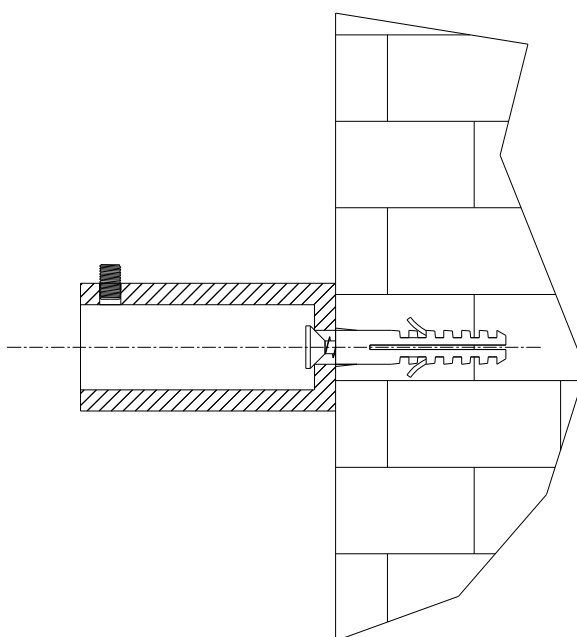

Fig. 4
3.6 Terminati i collegamenti idraulici chiudere “a porta” il radiatore contro la parete e fissare il perno nel cilindro di chiusura mediante la vite a brugola già montata nel cilindro come da Fig. 4.
3.6 Having completed the hydraulic connections, close the radiator against the wall in “door-like” fashion, and secure the pin to the closing cylinder with the Allen screw already mounted in the cylinder as shown in fig. 4.